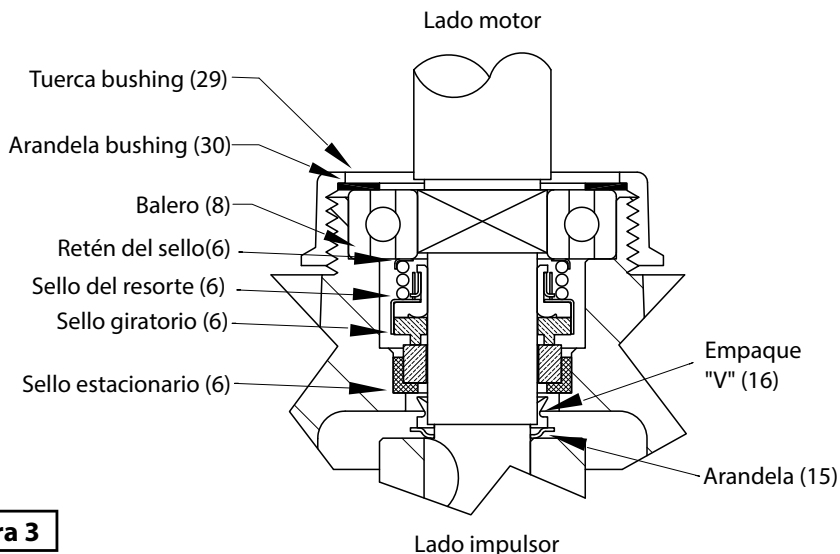

Figura 3
13. Desenrosque la tuerca bushing (29) de la placa de sello (3) y levante el rotor del motor, la flecha, balero (8), miembro rotatorio del sello (6), la arandela (30) y la tuerca bushing (29) de la placa de sello (3). Vea la figura 3.
14. Retire el conjunto de sello mecánico (6) de la flecha. Examine todas las partes del sello, si las caras del sello muestran signos de desgaste, patrón de desgaste irregular, astillas o arañazos, reemplace el sello entero. **No intercambie componentes del sello, reemplace todo el sello de la flecha (6).**